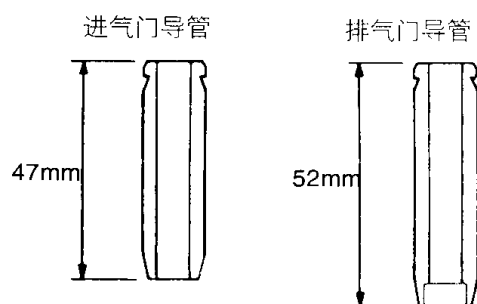

图 2-67 进气门导管与排气门导管
(2) 重新镗气门导管孔，使其达到新的加大气门导管的外径尺寸。气门导管孔座加大尺寸 0.05mm 的直径为 13.050~13.068mm；气门导管孔座加大尺寸 0.25mm 的直径为 13.250~13.268mm；气门导管孔座加大尺寸 0.50mm 的直径为 13.500~13.518mm。注意：不要装上与原来相同尺寸的气门导管。
(3) 用专用工具压入气门导管，从气缸盖顶面压入。注意进气门导管的长度与排气门导管是不同的（图 2-67），因此安装时不要混淆，应将它们安装在正确的位置。